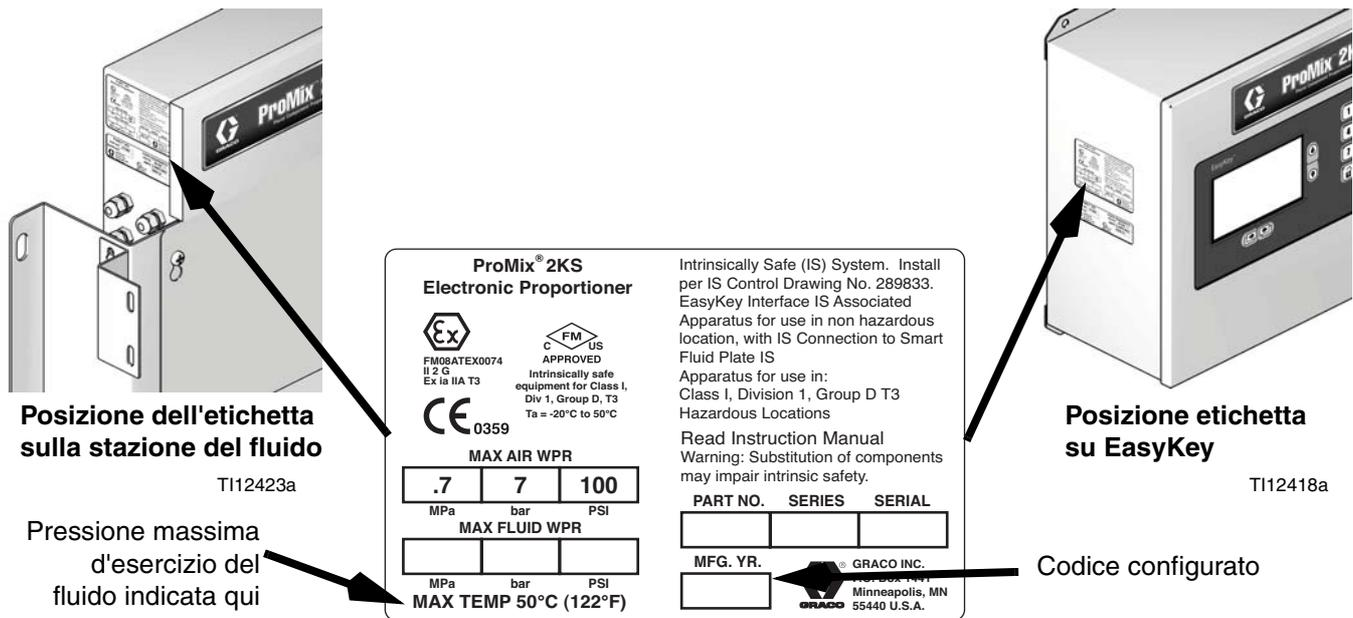

Fig. 1 Etichetta identificativa
Le certificazioni delle apparecchiature appaiono sulle etichette seguenti applicate alla stazione del fluido e al EasyKey™. Vedere la FIG. 1 a pagina 5 per le posizioni delle etichette.
Il numero di codice configurato per l'apparecchiatura è stampato sulle etichette di identificazione dell'apparecchiatura stessa. Per la posizione delle etichette di identificazione, vedere la FIG. 1. Il codice di pezzo include una cifra di ciascuna delle seguenti sei categorie, in relazione alla configurazione del sistema.
**Controllare la pressione di esercizio massima del sistema sull'etichetta di identificazione applicata su EasyKey o sulla stazione del fluido. Vedere Fig. 1.**